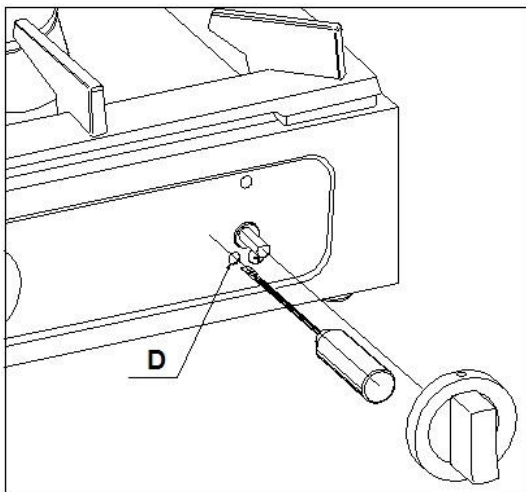

ABB. 3
4.1.2 EINSTELLUNG DER KLEINSTELLUNGEN (Abb. 3)